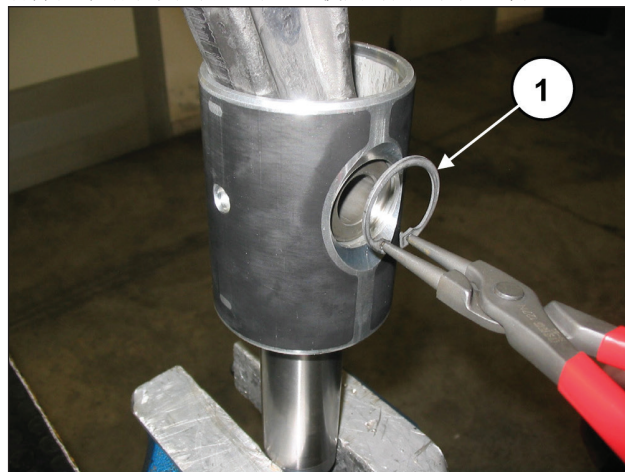

图35
拆除两个销子锁定开口环，可使用专用工具（②，图35）。
将连杆插入活塞导承（部件号①，图37），接着插入销子（部件号①，图36）。通过专用工具（部件号①，图35）安装两个轴肩开口环。